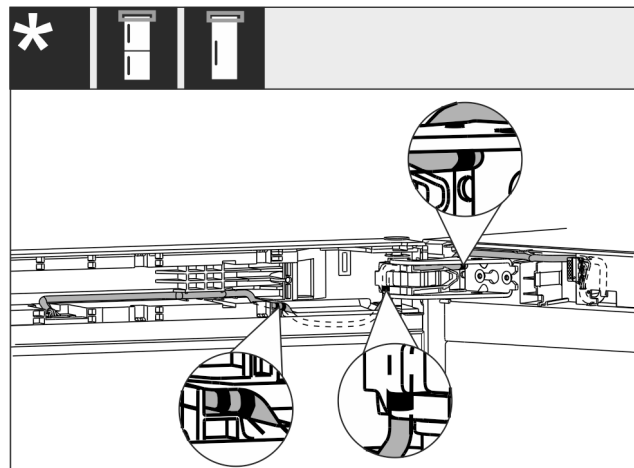

Fig. 39
- Vendasja e kablos bëhet siç tregohet në figurën Fig. 39 ().